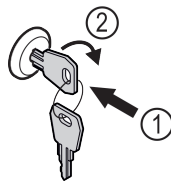

Fig. 159
- ▶ Introduceți cheia prin apăsare. Fig. 159 (1)
- ▶ Rotiți cheia cu 90° în sensul acelor de ceasornic. Fig. 159 (2)